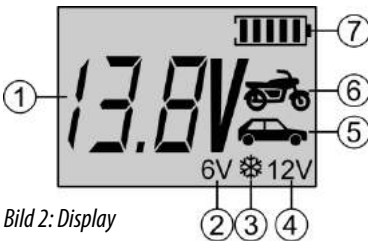

Bild 2: Display
und optimal bis zur vollen Kapazität geladen. Das im Display angezeigte Batteriesymbol (7) (Bild 2: Display) zeigt den aktuellen Füllstand der Batterie an.